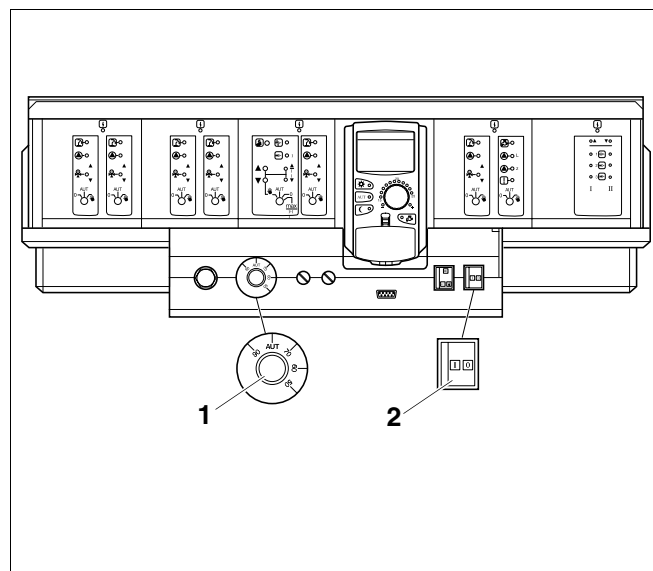

Рис. 3 Система управления Logamatic 4000
Включите отопительный котел на системе управления рис. 3. При включении системы управления запустите горелку в автоматическом режиме. Затем горелка может стартовать от системы управления. Дальнейшую информацию по этому вопросу Вы найдете в соответствующей инструкции по эксплуатации системы управления.
- Установите пусковой выключатель (рис. 3, поз. 2) в положение "I" (Вкл).
- Установите регулятор температуры котловой воды (рис. 3, поз. 1) в положение "AUT". Для поддержания постоянной температуры установите нужную температуру (минимум 65 °C).
- Установите пусковой выключатель (рис. 3, поз. 2, страница 7) в положение "0" (ВЫКЛ.)
- Установите пусковой выключатель на системе управления (рис. 3, поз. 2, стр. 7) в положение "0" (Выкл.).
- Спустя примерно три секунды переведите пусковой выключатель на системе управления (рис. 3, поз. 2, стр. 7) в положение "I" (Вкл.).